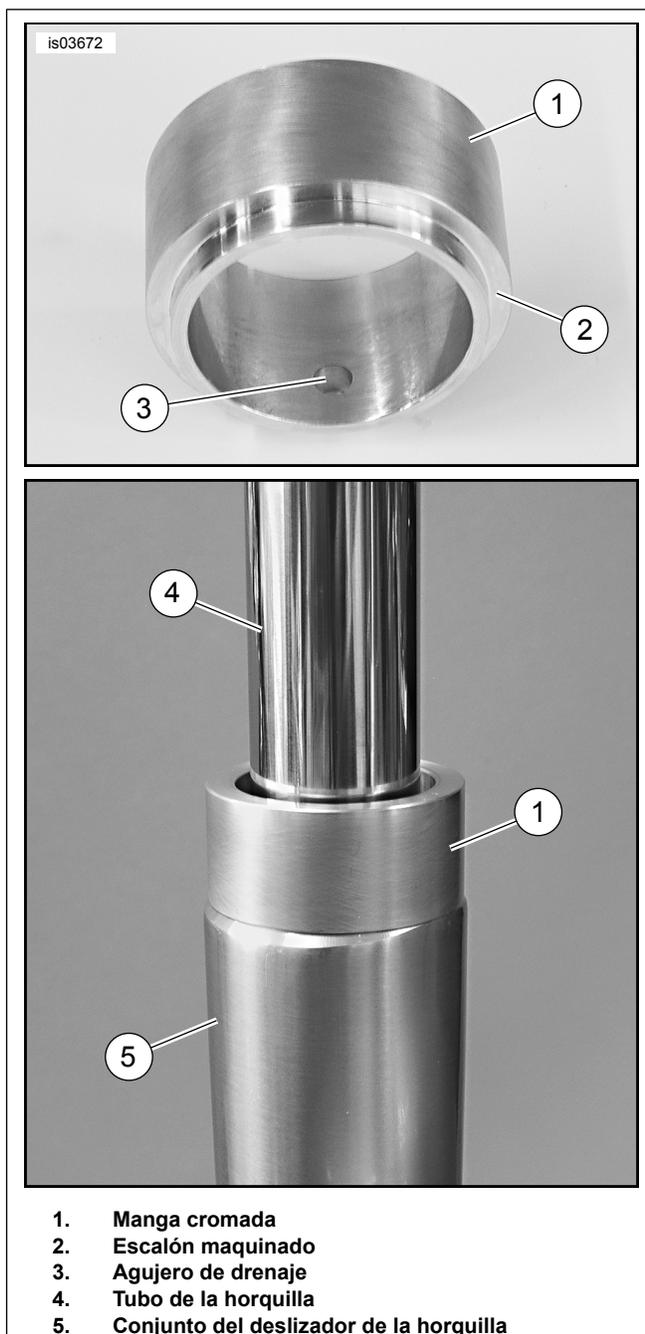

Figura 1. Instalación de la manga
7. Vea la Figura 1. Obtenga una manga cromada (1) del kit. Con el escalón maquinado (2) apuntando hacia abajo, deslice la manga hacia abajo en el tubo de la horquilla (4) hasta que haga contacto con el conjunto del deslizador de la horquilla (5).
8. Coloque la manga para que el agujero de drenaje (3) esté orientado hacia la parte trasera del vehículo cuando esté instalada la horquilla. Usando el INSTALADOR DE BUJES Y SELLOS DE HORQUILLA (HD-34634), inserte la manga dentro del extremo superior del deslizador de la horquilla hasta que la manga llegue al fondo contra el labio superior del deslizador.